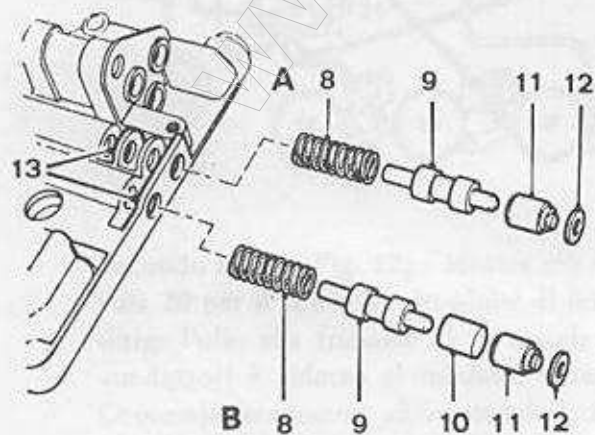

Fig. 9 - Gruppi valvole a spola per controllo innesto
- Una valvola (4) per il controllo della pressione di innesto
- Una valvola unidirezionale (7) di scarico
- Due valvole a spola (A) e (B) (vedi Fig. 9) per controllo innesto simultaneo bande freno 3° e R.M. e della frizione M.A.
- Una valvola unidirezionale (14) a lamina.